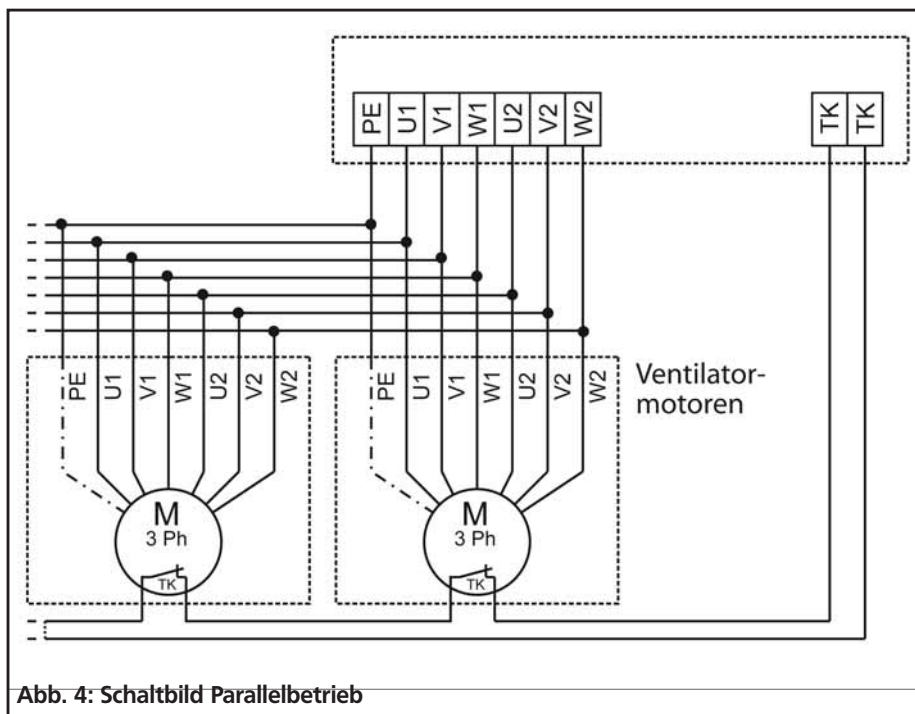

Abb. 4: Schaltbild Parallelbetrieb
- Alle Motorwicklungen sind parallel zu schalten (s. Schaltbild Abb. 4, S. 8).
- Alle Thermokontakte sind in Reihe zu schalten (s. Schaltbild Abb. 4, S. 8).